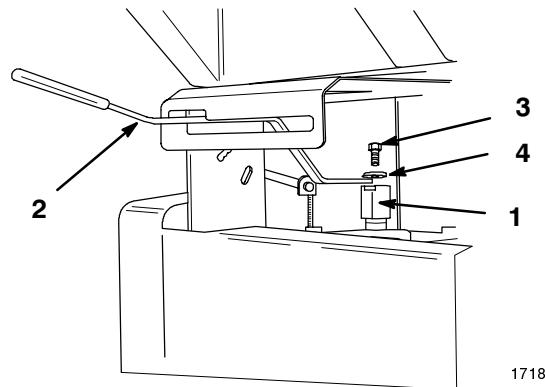

Abbildung 3
- Den Befestigungsblock mit der Stirnseite der Welle oben am Getriebe ausrichten und auf die Welle schieben (Abb. 3).